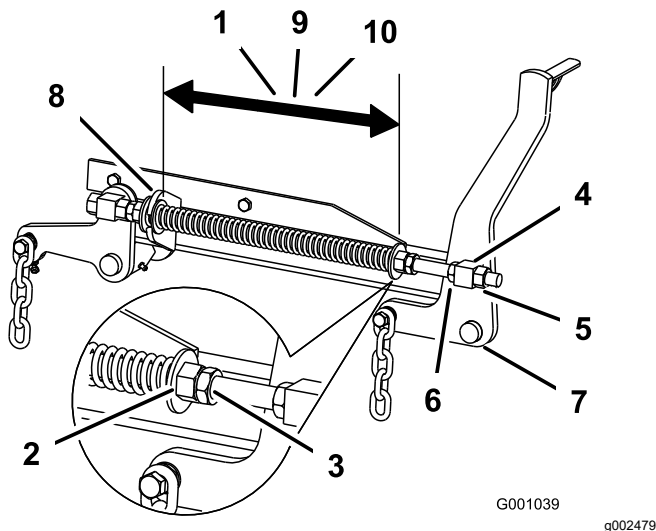

Bild 106
2. Prüfen Sie den Abstand zwischen den beiden großen Scheiben. Für Mähwerke mit 132 cm sollte der Abstand 28,2 cm, für Mähwerke mit 152 cm sollte der Abstand 26,7 cm und für Mähwerke mit 182 cm sollte der Abstand 29,2 cm betragen (**Bild 106**).
3. Stellen Sie den Abstand ein. Lösen Sie die Federklemmmutter und drehen Sie die Mutter vorne an jeder Feder (**Bild 106**).
4. Arretieren Sie die Mutter, indem Sie die Federklemmmutter anziehen (**Bild 106**).